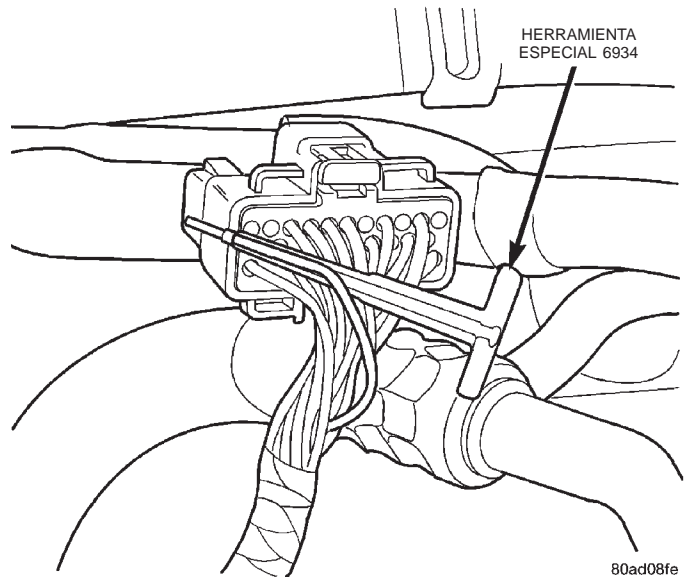

Fig. 13 Extracción del terminal del cable
(4) Inserte el extremo de sonda de la herramienta especial 6934 en la parte posterior de la cavidad del conector (Fig. 13).
(5) Sujete el cable y la herramienta 6934 y retire lentamente el cable y el terminal del conector.
(6) Repare o reemplace el terminal.